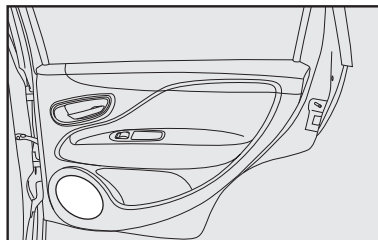

fig. 132
- Altoparlantes traseros **fig. 132**.